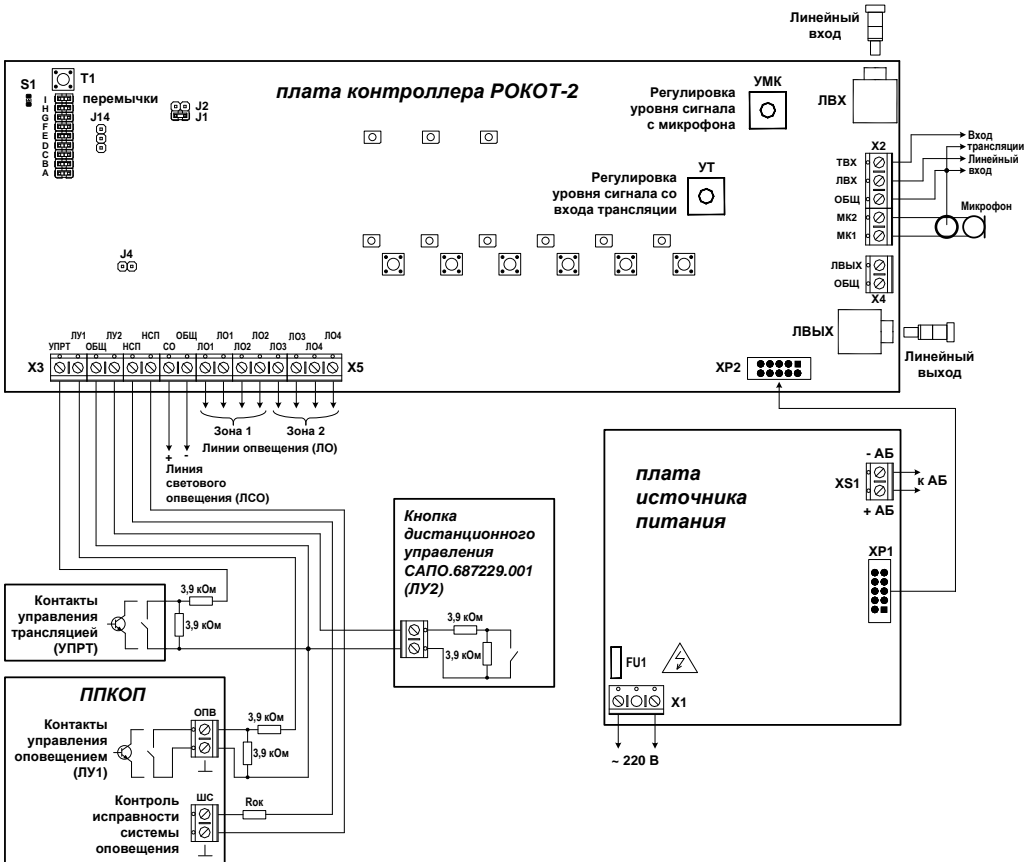

Рис.1 Схема внешних подключений прибора «Рокот-2»
Произведите монтаж всех линий, соединяющих прибор с ППКОП, акустическими системами, световыми указателями, источниками сигналов трансляции, кнопкой дистанционного управления. Для доступа к клеммным колодкам необходимо открыть крышку, открутив винт на крышке внизу корпуса прибора. Схемы подключений – см. рис. 1 – 5.
Внимание! Кнопка дистанционного управления САПО.687229.001 поставляется с установленными в ней резисторами 3,9 кОм. При монтаже не предусмотренной комплектом поставки кнопки необходимо установить два резистора 3,9 кОм согласно схеме подключений – рис.1.
При необходимости размещения в зоне оповещения максимального количества АС (до 20 АС-2-2 или до 8 АС-2-1) с использованием *только одной линии* оповещения допускается объединение выходов ЛО путем установки перемычки между левыми (по рис.1) клеммами выходов ЛО1 и ЛО2 (ЛО3 и ЛО4). Собственное сопротивление проводников такой ЛО должно быть не более 1,5 Ом.
- К клеммам «220В» платы источника питания (см. рис.1) подсоедините кабель сетевого питания. Подайте на прибор напряжение ~220 В 50 Гц.
- Снимите перемычку «А» (см. рис.1) и дождитесь прохождения проверки состояния линий оповещения (не более 20 секунд).
- в дежурном режиме работы, открыв крышку прибора, нажать кнопку T1 на плате контроллера (см. рис.1) и удерживать её до загорания индикатора S1.
Переход в тестирование системы происходит из дежурного режима при снятии перемычки «С» (см. рис.1). Пока снята эта перемычка, индикатор НЕИСПРАВНОСТЬ мигает зеленым, контакты выхода «Неисправность» разомкнуты.